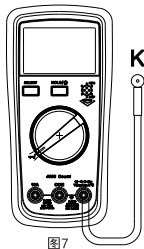

图7
10. 温度测量(摄氏/华氏测温,仅适用于UT39C+,见附图7)